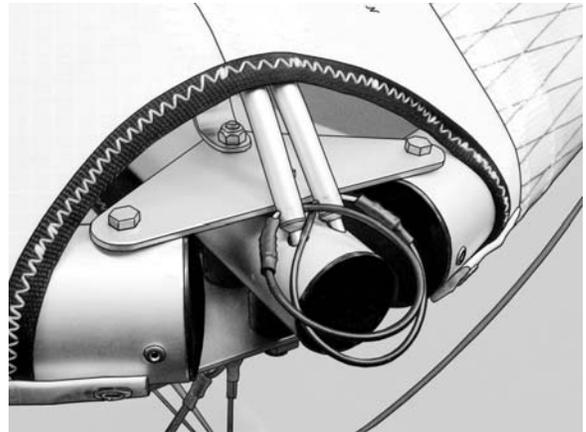

Рисунок 18
15. Установите носики килевых лат в отверстия в носовой части килевой трубы (Рис. 18).